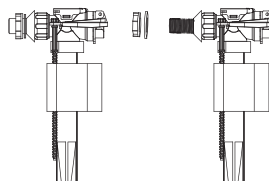

Рис. 2
1. Открутите крепежную гайку на впускном клапане (рис. 2).